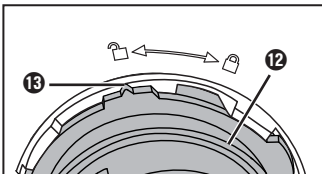

Abb. 5
- Drehen Sie die Halterung **12** gegen den Uhrzeigersinn, bis die Markierung **13** an der Halterung **12** auf das -Symbol am Teigbehälter **15** zeigt (**Abb. 5**). Entnehmen Sie die Halterung **12** samt Teigwelle **10**.